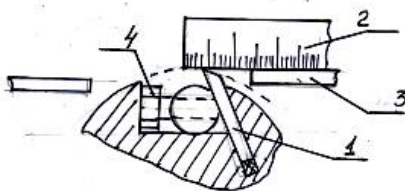

Рис. 3
#### 4.1. Строгание, фрезерование, сверление. (Рис. 3, 4, 4А).
- **Рис.3:** Ножи строгального барабана (1) выставить по линейке (2) по кромке заднего стола (3).